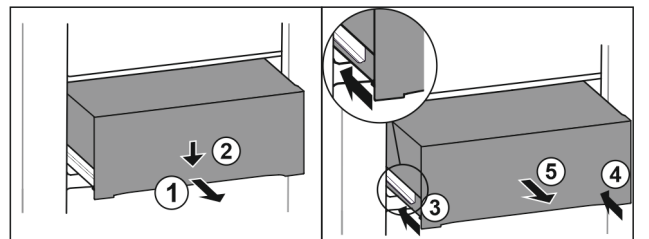

Fig. 185
- ▶ Tërhiqni jashtë sirtarin deri në gjysmë. *Fig. 185 (1)*
- ▶ Shtyni për poshtë sirtarin në pjesën përpara. *Fig. 185 (2)*
- ▶ Shtyni brenda shinën e majtë rreth 2 cm. *Fig. 185 (3)*
- ▶ Shtyni brenda shinën e djathtë rreth 2 cm. *Fig. 185 (4)*
- ▶ Hiqeni sirtarin nga përpara. *Fig. 185 (5)*